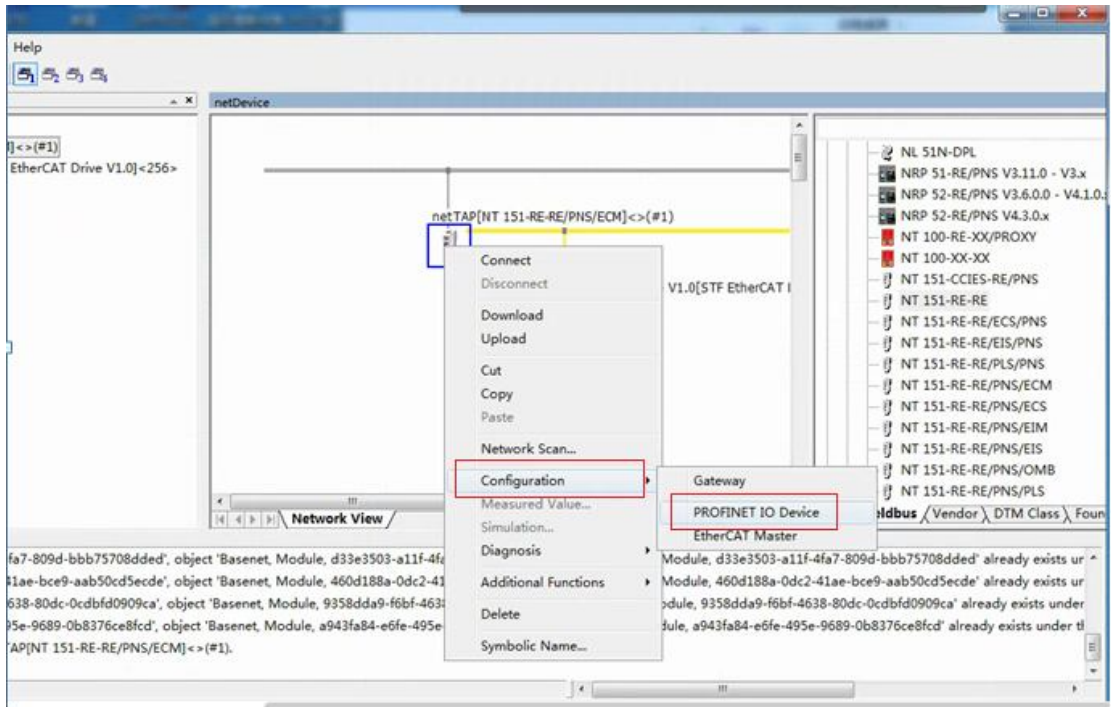

图 5.13 配置 Profinet 从站侧参数
(9) 配置网关 Profinet 从站侧的参数，右击网关图标，点击“Configuration” → “Profinet IO Device”，参考图 5.13。